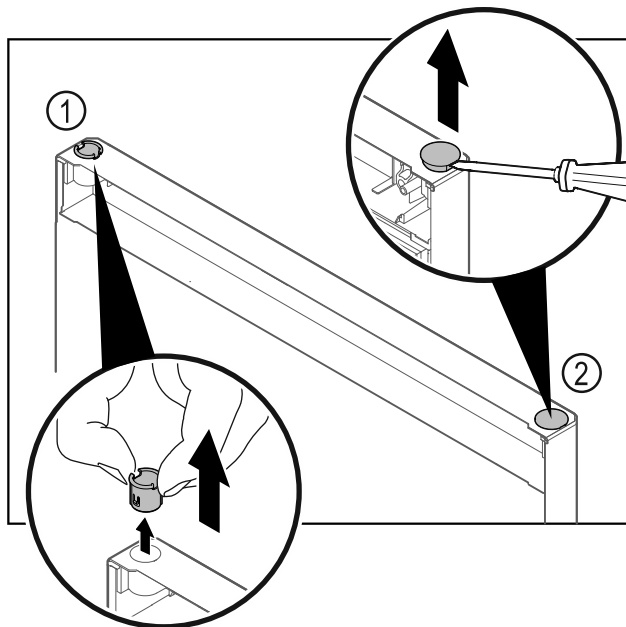

Fig. 30
- Izvucite čahuru šarke Fig. 30 (1) prstima.
- Odvijačem s ravnom glavom oprezno podignite čep Fig. 30 (2) i izvadite ga.